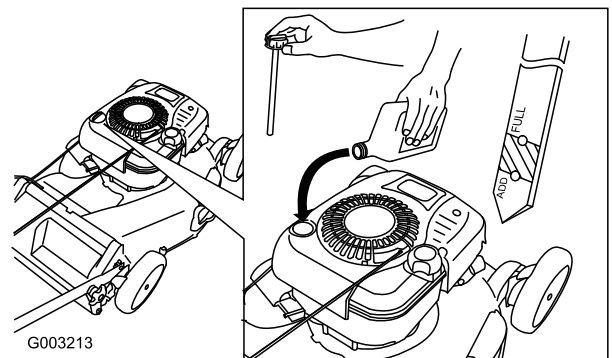

Figura 37
4. Vierta **lentamente** aceite en el tubo de llenado hasta que el nivel llegue a la marca **Full** (lleno) de la varilla (Figura 37). **No llene demasiado.** (Capacidad máxima: 0,77 l, tipo: SAE 30W, aceite detergente con clasificación de servicio API SF, SG, SH, SJ, SL o superior.)